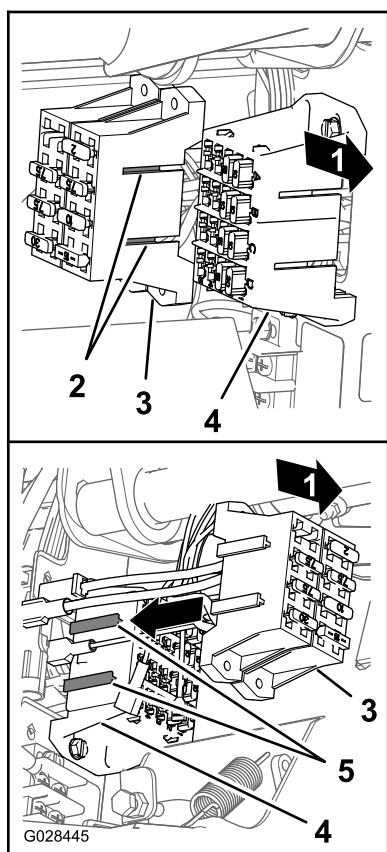

Figura 26
4. Alinhe as uniões em T no bloco de fusíveis do pulverizador com as ranhuras em T do bloco de fusíveis da máquina e deslize o bloco de fusíveis do pulverizador para as ranhuras até que o bloco de fusíveis esteja totalmente encaixado (Figura 26).